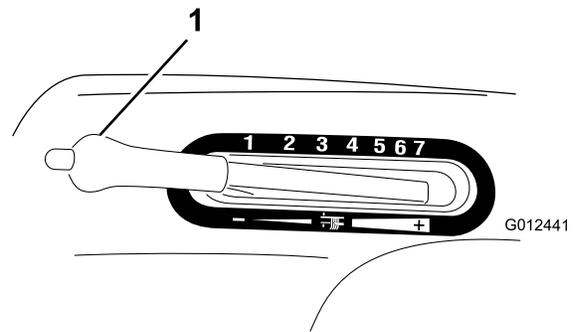

Figura 9
1. Premete e mantenete il pulsante della leva dell'altezza di taglio (Figura 9).